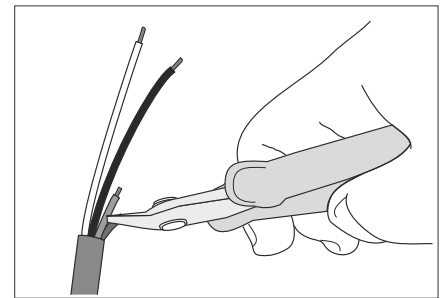

Fig. 3
**N.B.:** Si raccomanda di tagliare ed isolare i terminali che non verranno utilizzati (vedi fig. 3).
**N.B.:** Take care to cut and insulate the ends that will not be used (see Fig.3).
**Beachte:** Es wird empfohlen, die nicht zum Einsatz kommenden Endstücke abzuschneiden und zu isolieren (Abb. 3).